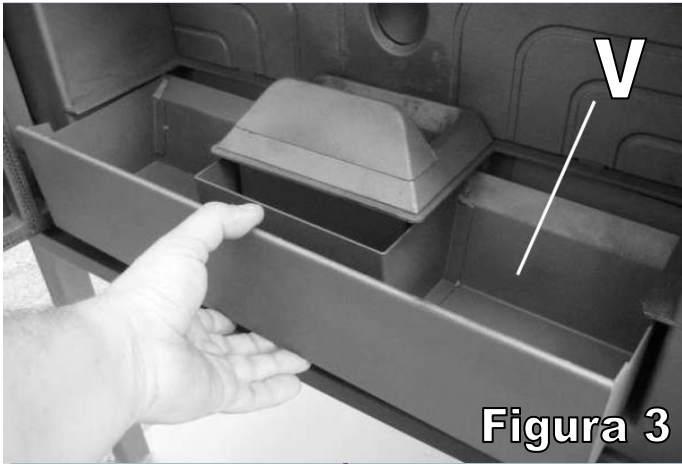

Figura 3
- Pulire dalla cenere il cassetto **V**, per semplificare l'operazione è consigliato estrarre il cassetto (Figura 3).